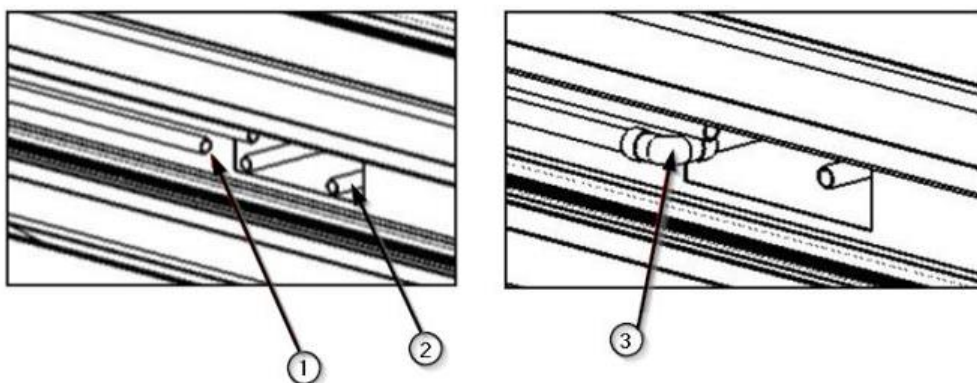

Fig.11 Coupe des tuyaux et pose des raccords en cuivre
- Coupez le tuyau ① de la tuyauterie de l'appareil et le tuyau ② correspondant au circuit de gaz en question provenant de l'installation.
- Placez le raccord en cuivre (coude) ③ en position pour relier les deux tuyaux.
- Soudez les 3 composants comme indiqué dans l'image de droite de la figure 11.